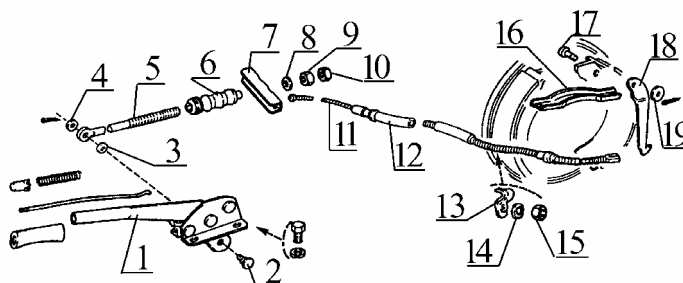

Рис.11. Детали стояночной тормозной системы:
- поднять рычаг 1, рис.11, привода стояночного привода на 1...2 зубца по сектору (из крайнего нижнего положения);